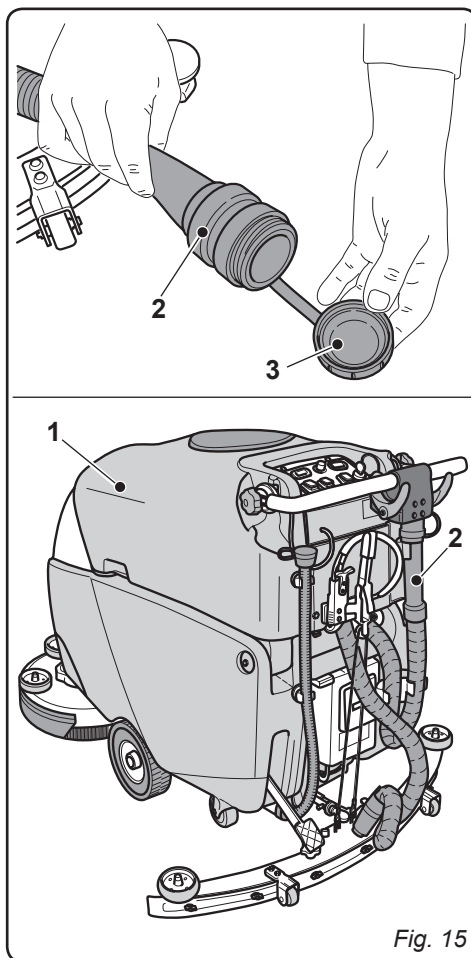

Fig. 15
9.1 VIDANGE EAU DE RÉ- CUPÉRATION (Fig. 15)